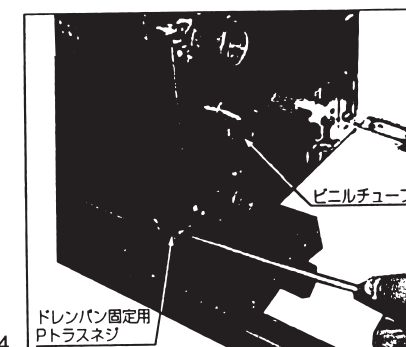

図4
- 熱交換器ドレンパンを取付け、配管工事・保温工事を行ってください。（図4）
- 熱交換器のエア抜きバルブに 接続しております、ビニルチューブに“ねじれ”“折れ”がないよう、またビニルチューブがドレンパンに入っていることを確認してください。（図4）